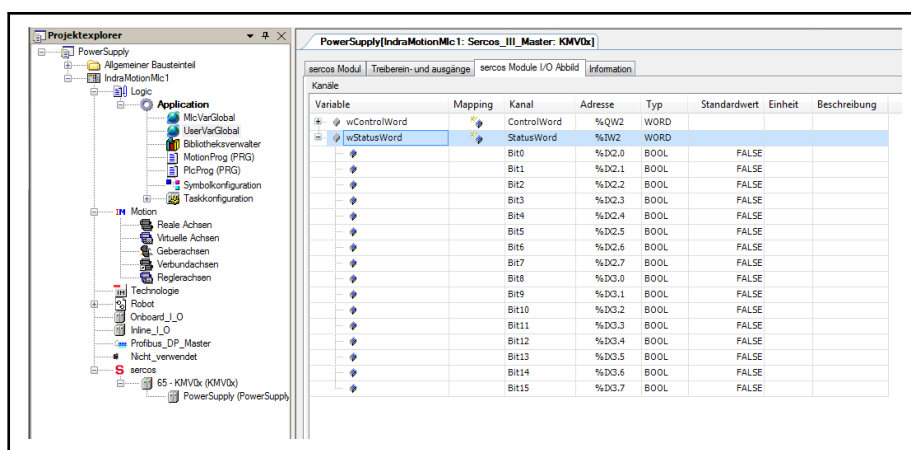

Abb. 6-94: Zuordnung der SPS-Variablen zu den konfigurierten Parametern
Der eingegebene Name wird später in Abb. 6-94 "Zuordnung der SPS-Variablen zu den konfigurierten Parametern" auf Seite 331 in der Spalte "Kanal" angezeigt.
4. Die weiteren Parameter eingeben bis alle Parameter wie in Abb. 6-94 "Zuordnung der SPS-Variablen zu den konfigurierten Parametern" auf Seite 331 gezeigt konfiguriert sind.